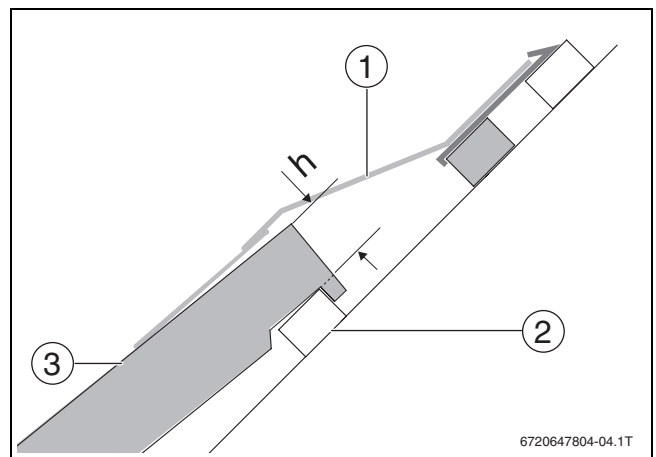

Fig. 25 Medida h
- ▶ Asegurarse de que la altura de la cubierta no sobrepasa el valor máximo permitido (→ fig. 25 y tab. 19, medida h).